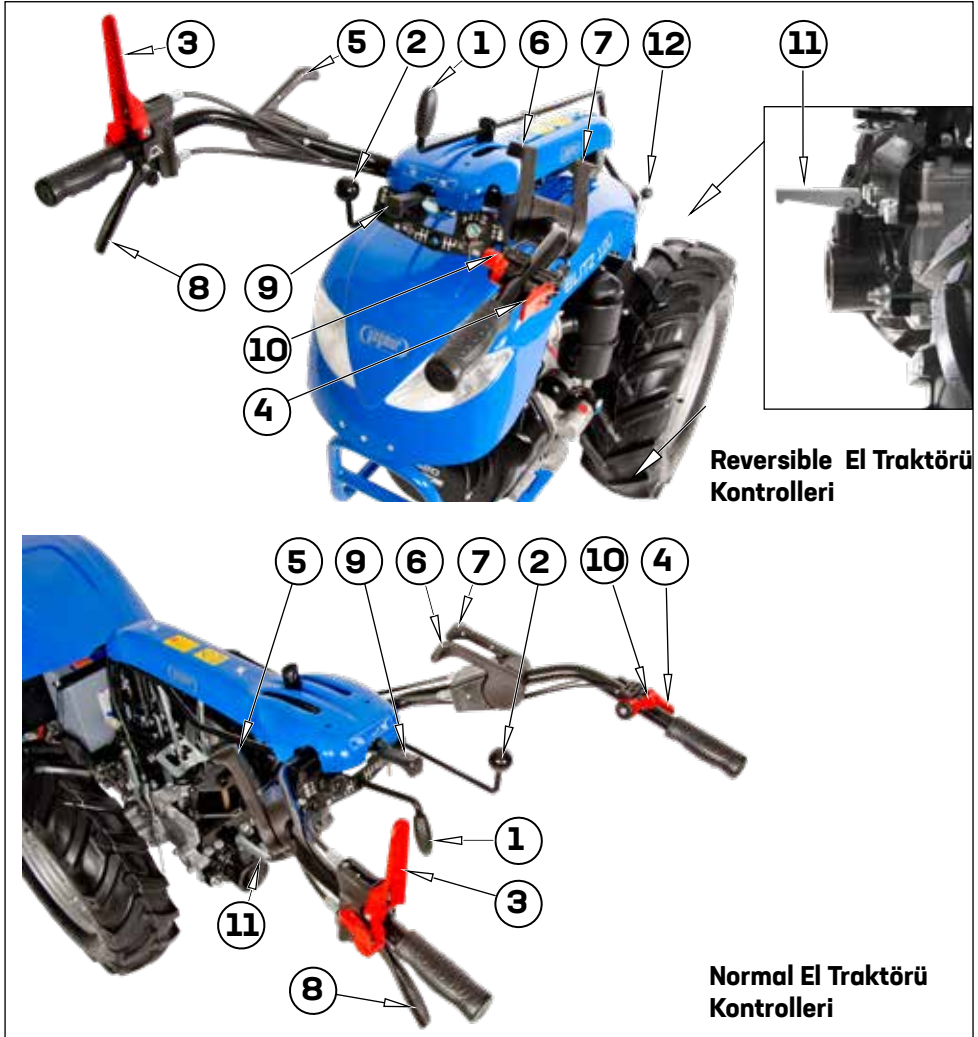

Fig.1 - Reversible el traktörü kontrolleri - Normal el traktörü kontrolleri
1) Vites kolu (Fig.1)
- Gazı (10) en yüksek pozisyona (Fig.1) getirerek motoru boşa alın.
- Debriyajı, kolu (3) tamamen çekerek avara durumuna getirin.(Fig.1)
- Motoru gaz vermek için gaz kolunu (10) aşağı indirirken, debriyaj kolunu (3) kademeli olarak bırakın.
3) Debriyaj kolu (Fig. 1).
4) Motor durdurma stop kolu (Fig. 1).
- Kolu (3) tamamen çekerek debriyajı boşa alın. (Fig.1)
- Kolu (5) SERBEST duruma getirin.
10) Gaz kolu (Fig. 1)